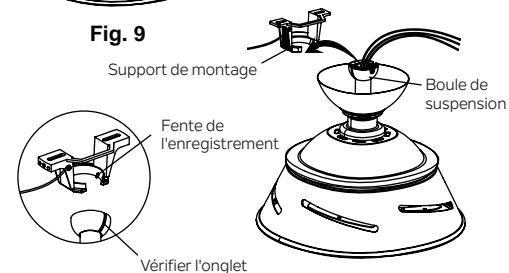

Fig. 10
Étape 5. Soulevez maintenant le corps du moteur et placez la boule de suspension dans le support de montage. Tournez jusqu'à ce que la « languette de contrôle » soit tombée dans la « fente d'enregistrement » et soit fermement en place. (Fig.10) L'ensemble du corps du moteur ne doit pas tourner si cela est fait correctement.